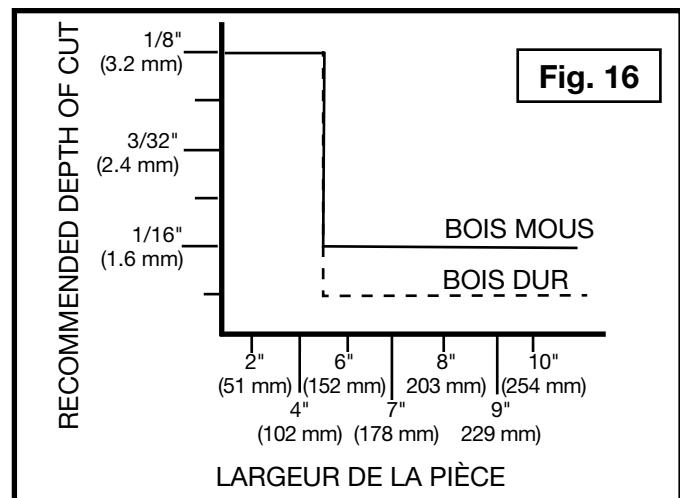

Fig. 16
Il est possible d'obtenir une profondeur de coupe de 3,2 mm (1/8 po) pour les bois mous dont la largeur maximum est de 152 mm (6 po) et pour les bois durs dont la largeur maximum est de 102 mm (4 po). (Consulter la fig. 16).
Pour les pièces de bois mous de 152 à 330 mm (6 à 13 po) de largeur, la profondeur de coupe maximum est de 1,6 mm (1/16 po). Pour les pièces de bois durs de largeurs correspondantes, la profondeur de coupe maximum est de 1,2 mm (3/64 po) (fig. 16).
**REMARQUE :** toujours raboter dans le fil du bois. Appuyer la pièce correctement, à tout moment. Il n'est pas recommandé de raboter des pièces de moins de 19 mm (3/4 po) de largeur. Dans ces cas, regrouper autant que possible plusieurs pièces et les raboter comme s'il s'agissait d'une seule pièce plus large. La raboteuse est en mesure d'enlever une épaisseur maximum de 3,1 mm (1/8 po) en un passage (pour des pièces de moins de 152 mm [6 po] de largeur). Ne jamais modifier la raboteuse pour enlever une couche plus épaisse. Pour optimiser les résultats, respecter la profondeur et la largeur recommandées dans les lignes directrices indiquées à la fig. 16.